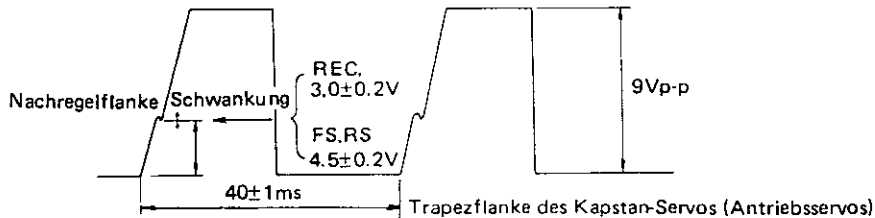

Abb. 3-2
2. Mit VR404 den Samplingimpuls auf eine Spannung von $3,0V \pm 0,2V$ (siehe Abb. 3-2) einstellen.